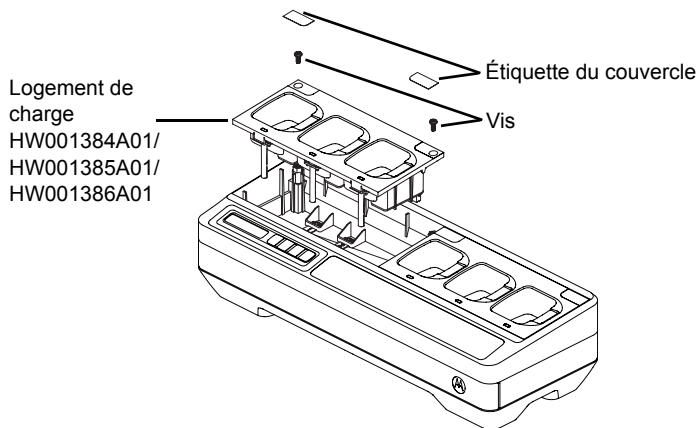
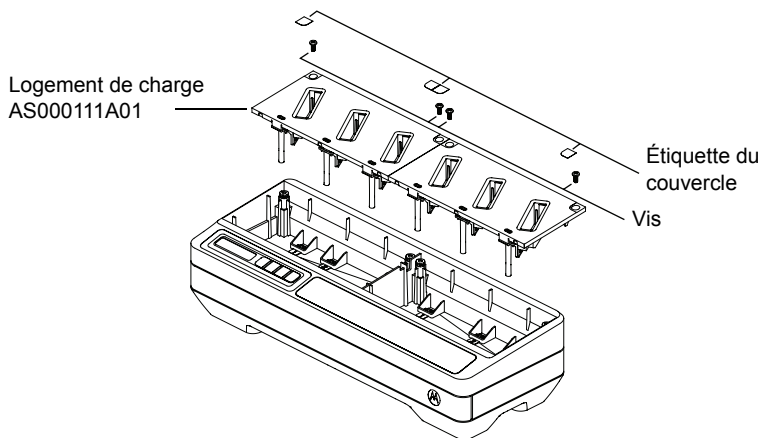

Figure 24 : Installation et retrait d'un logement HW001384A01/
Figure 25 : Installation et retrait d'un logement de charge
4. Retirez le faisceau du logement en tirant tout droit sur le connecteur (voir la Figure 24 et la Figure 25).